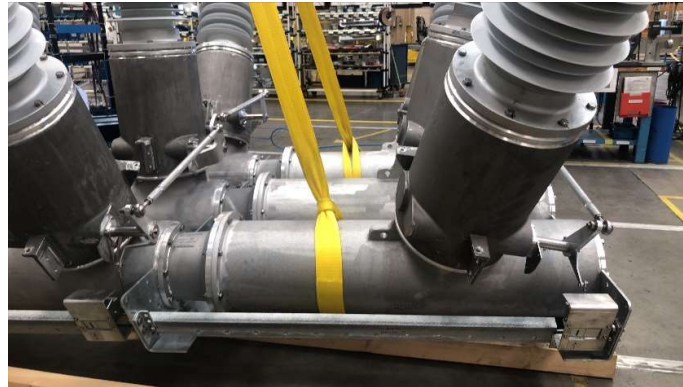

Fig. 4: Amarração por meio de enforcamento próximo a 33 cm do flange
5. A amarração deve ser feita por meio de enforcamento, como apresentado na Fig. 4.